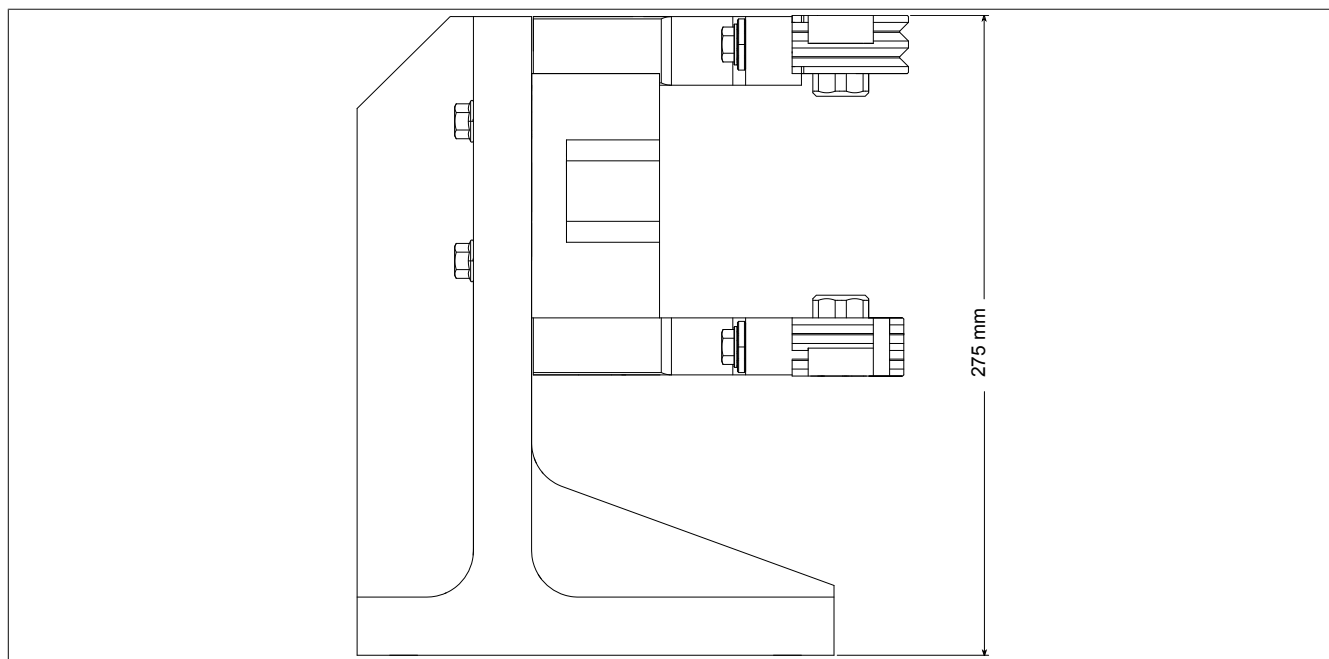

図 85: 高さ調整の寸法
3. プッシュ・プルねじ(c)で高さを、特定の寸法まで調節します (275 ±0.1 mm、図 85 "高さ調整の寸法" ページ 221、指定されたエリアで測定)。